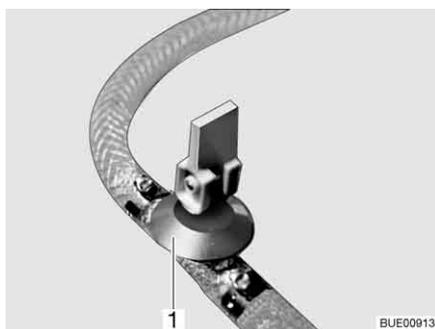
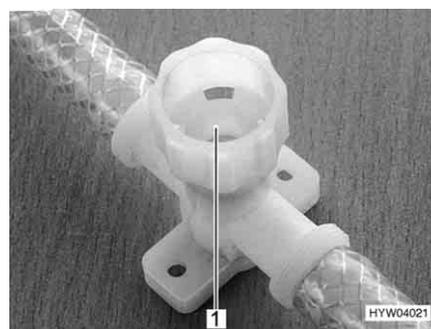

Bild 208 Ablasshahn (mit Kipphebel)
Bild 209 Ablasshahn (mit Drehkappe)
- Alle Ablasshähne öffnen. Dazu den Kipphebel des Ablasshahns (Bild 208, 1) senkrecht stellen oder die Kappe des Ablasshahns (Bild 209, 1) entgegen dem Uhrzeigersinn drehen.